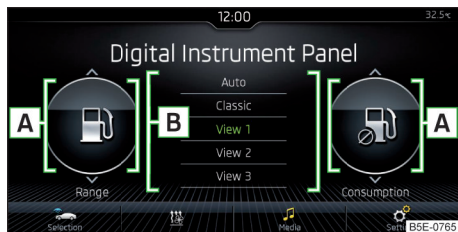

Fig. 38
- ▶ Dans les champs **A** » fig. 38, sélectionner les informations supplémentaires souhaitées par un simple mouvement du doigt verticalement sur l'écran.